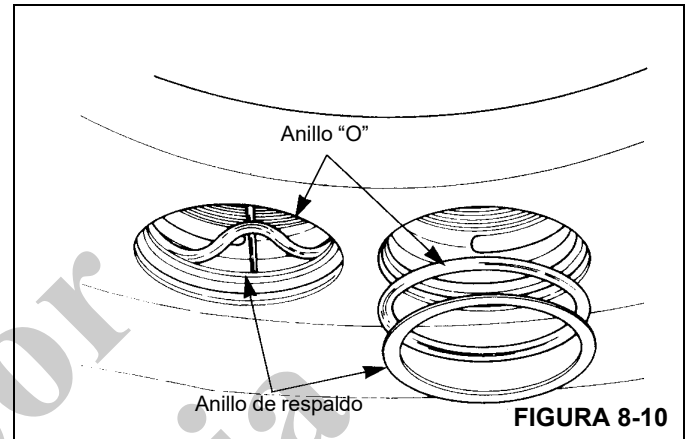

FIGURA 8-10
- 9. Retire y bote el anillo "O" y los anillos de respaldo (Figura 8-10).